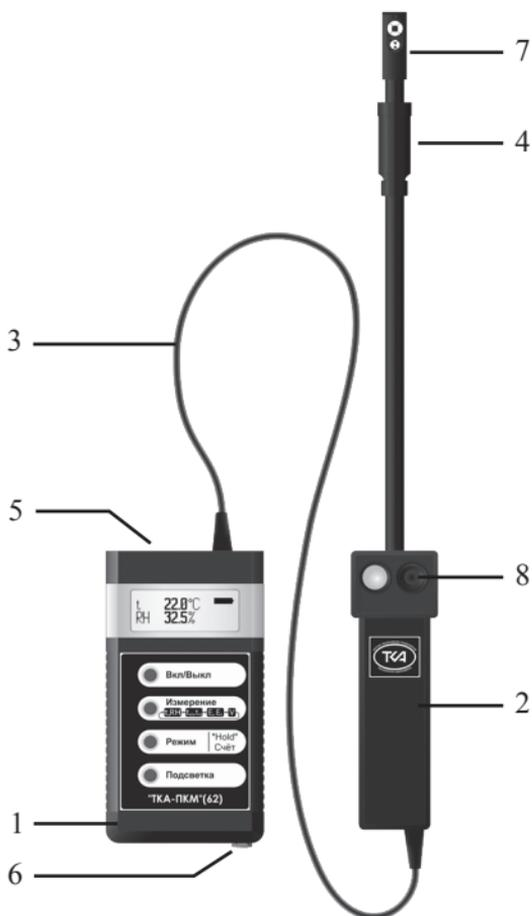

Рис.1. Внешний вид прибора “ТКА-ПКМ”(62)
5.1. Конструктивно прибор выполнен в виде двух функциональных блоков: блока обработки сигналов (1, Рис.1) и измерительной головки (2, Рис.1), соединённых между собой кабелем связи (3, Рис.1).
Для связи с ПК в приборе установлен разъём (5, на Рис.1).
6.4. Перед началом работы убедитесь в работоспособности элемента питания (аккумулятора). Если после включения прибора на дисплее появится надпись “РАЗРЯД БАТАРЕИ!”, нужно зарядить аккумулятор, для чего следует подключить к прибору через разъём на корпусе (6, Рис.1) зарядное устройство и
7.2. Кнопкой **ИЗМЕРЕНИЕ** выберите нужный параметр. В случае измерения климатических параметров (RH, t, V): сдвиньте вниз защитный колпачок, поместите зонд с датчиками (7, рис.1) в зону измерения. Считайте с дисплея измеренное значение.
7.4. Для измерения освещённости и энергетической освещённости достаточно расположить фотометрическую головку с зондом прибора в плоскости измеряемого объекта. Проследите за тем, чтобы на входные окна фотоприемников (8, рис.1) не падала тень от оператора, производящего измерения, а также тень от временно находящихся посторонних предметов.